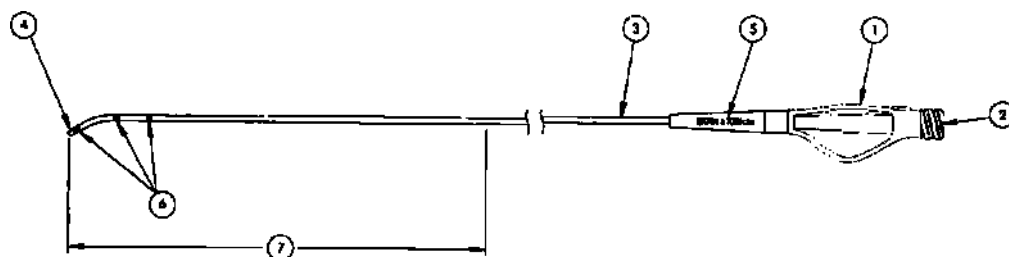

Figura 1. Cateter de apoio angular TrailBlazer™
Como se mostra na Figura 1, o lúmen começa (2) na extremidade proximal do distribuidor (1) e continua através do cateter (3) até a ponta distal angular (4). O lúmen é utilizado para passar o cateter ao longo de um fio-guia. O comprimento útil e o diâmetro compatível com o fio-guia estão assinalados no redutor de tensão (5). A haste do cateter distal apresenta três marcadores radiopacos (6) que ajudam no posicionamento do cateter. Os primeiros 40 cm da extremidade distal do cateter (7) possuem um revestimento hidrofílico.